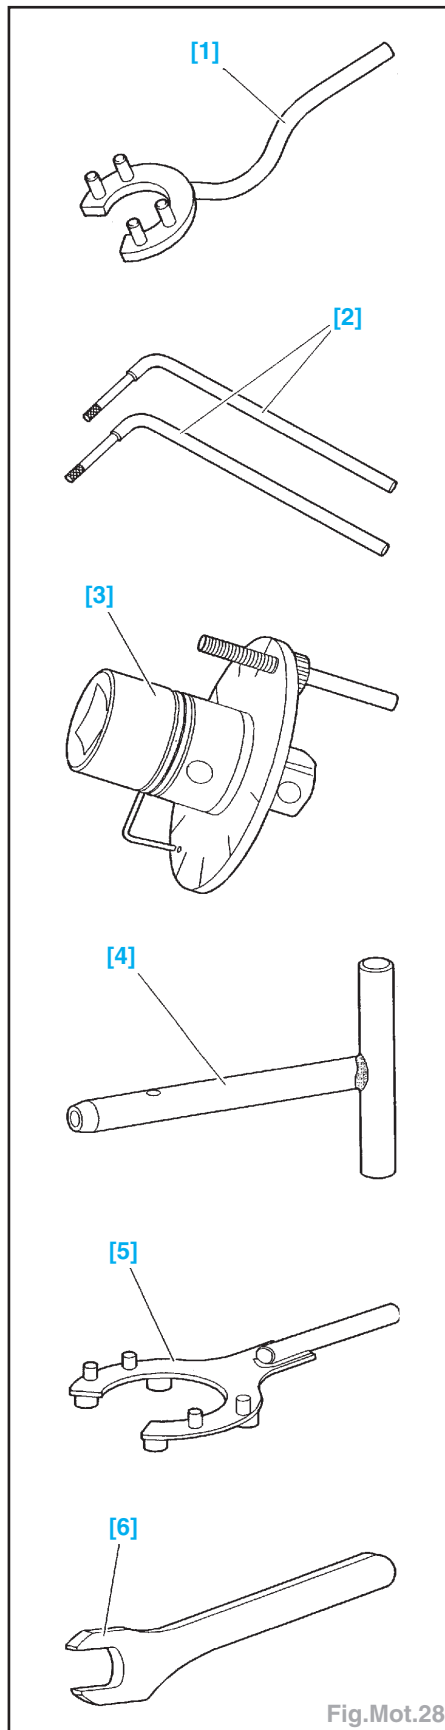

Fig.Mot.28
- Outils nécessaires : 0187 F [1], 149-T [2], 4069-T [3], 0187 B [4], 0187N [5] et 0187 P [6] (Fig.Mot.28).